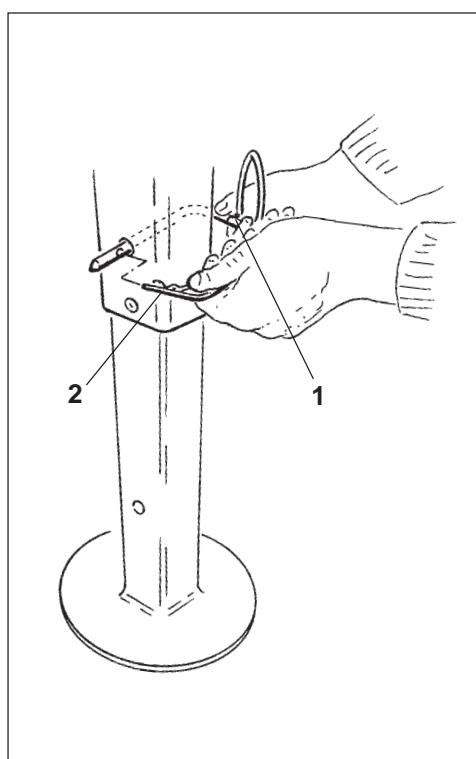

Рис. 19.6
- Вставьте палец (Рис. 19.6/1) в опорную стойку и зафиксируйте пружинным зажимом (Рис. 19.6/2).